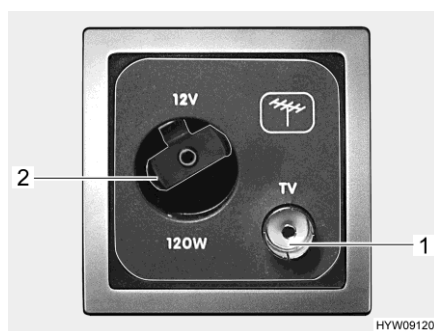

Fig. 51 Cajas de enchufe (antena DVB-T)
- Enchufe el cable de conexión de la antena DVB-T en la caja de enchufe prevista para ello (Fig. 51,1).